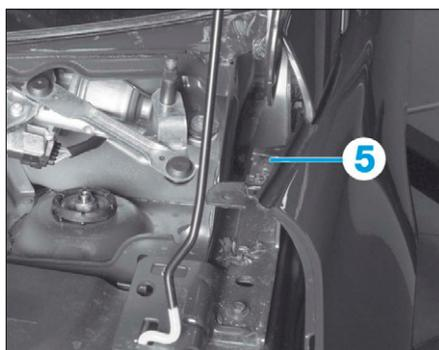

FIG. 95
- la vis supérieure (5) (Fig.95),